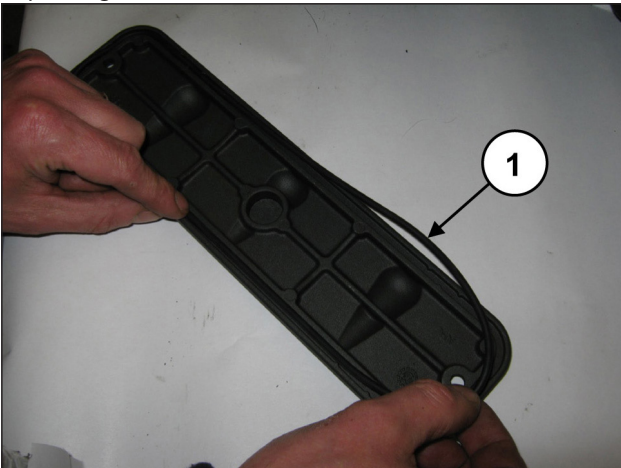
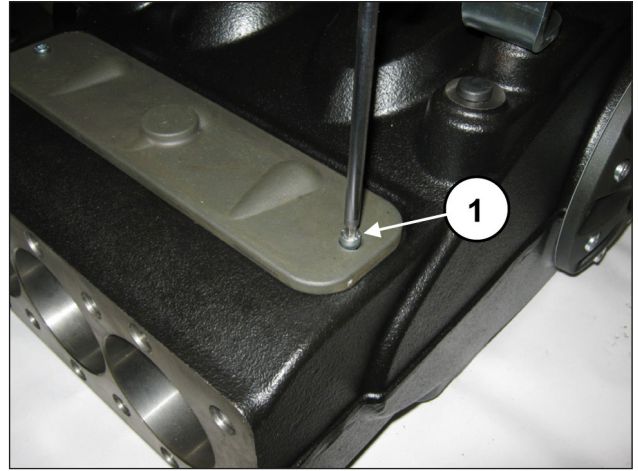

Fig. 189
Fig. 190
Insérer le joint torique (rep. ①, Fig. 189) sur les couvercles d'inspection et monter les couvercles à l'aide de 2+2 vis M6x14 (rep. ①, Fig. 190).